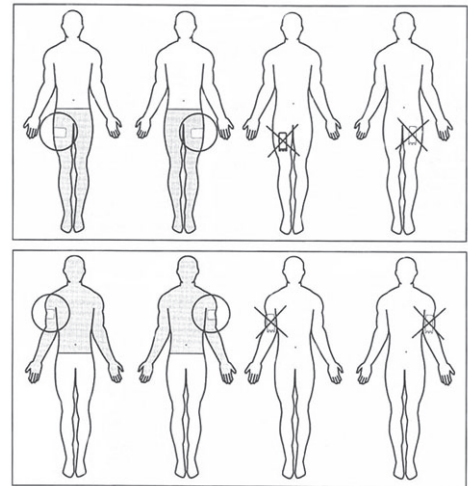
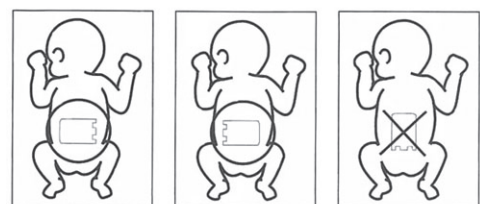

図 1
図 2
2. 対極板の貼付部位は、手術部位に近く通電性の良い部位(大腿部前面等)を選択する。貼付方向は手術部位に対して長辺が垂直になるように貼付すること。腕または脚部に使用する場合は、図1○印の様に身体に対して横向きに貼付すること。やむを得ず下側に貼付する場合(小児や乳幼児に使用する場合等)は、図2○印の様に身体を巻くように横向きに貼付すること。[貼付方向による貼付面の温度差を少なくするため。]